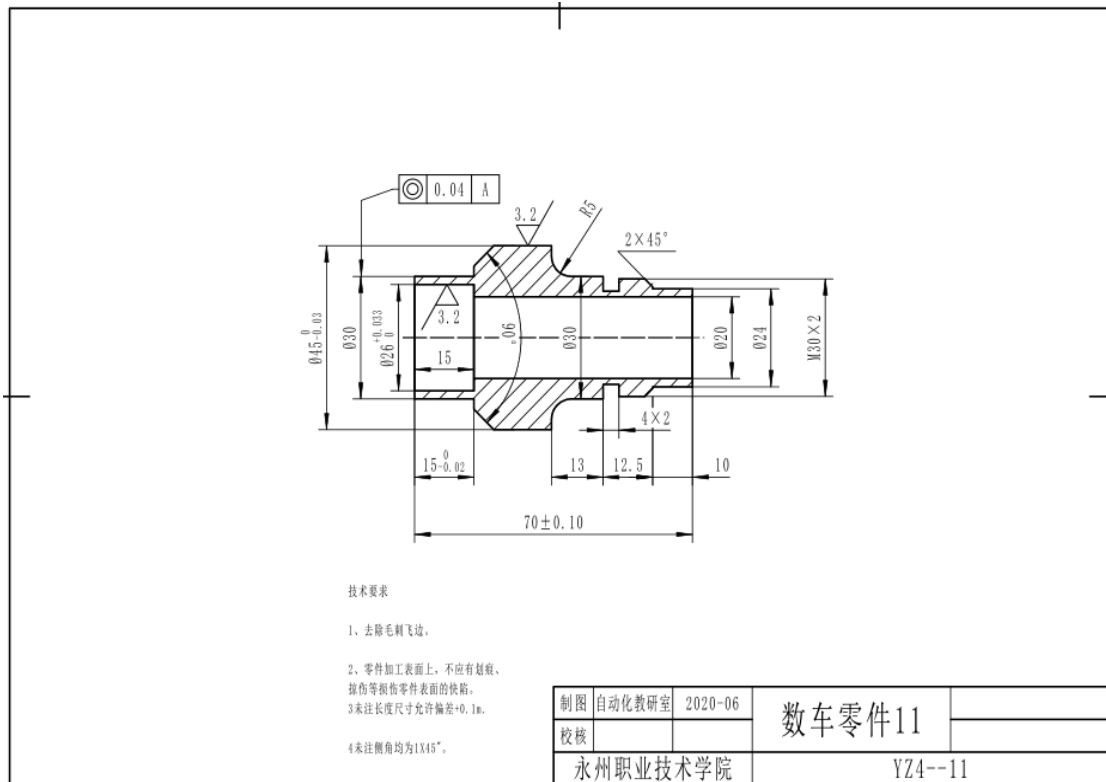

图 4-11 数控车零件 11
**任务 1:** 要求学生能按照相应的生产流程和作业标准完成图 4-11 零件的工艺编制, 并满足零件图的质量要求, 能正确填写相关工艺文件。
**任务 2:** 要求学生按照相应的生产流程和作业标准完成图 4-11 零件的加工, 并满足零件图的质量要求。毛坯尺寸:  $\phi 50 \times 73$  (单位 mm), 材料: 2A12 钢棒材, 毛坯要求预钻  $\phi 20$  的通孔。